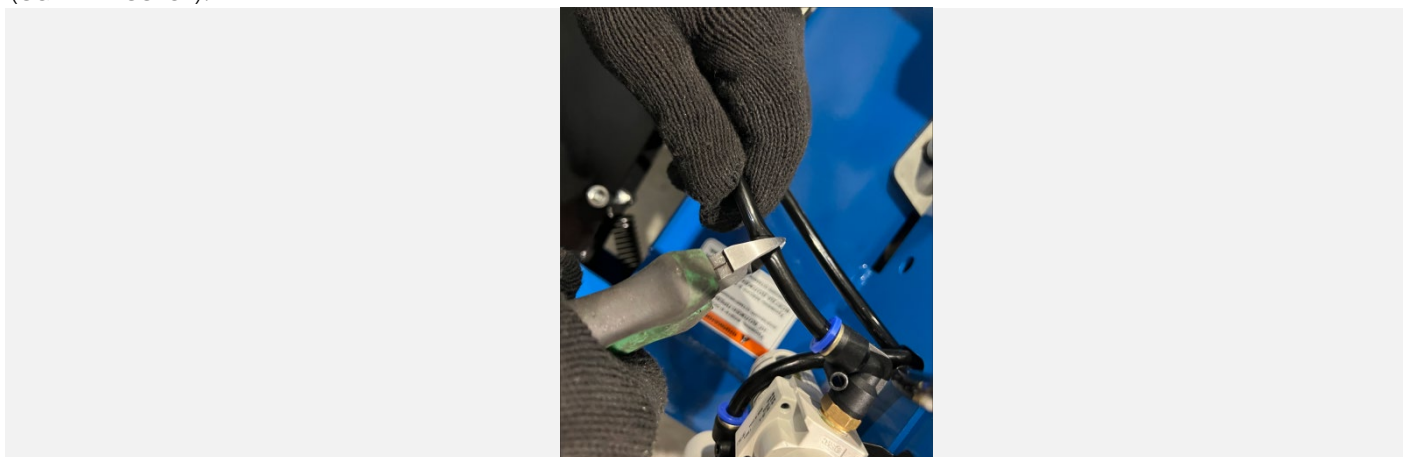

Рисунок 8
**7.2.1.** Разрезать подающий шланг (рис.8) на расстоянии примерно 5 см. от регулятора давления (если имеется).